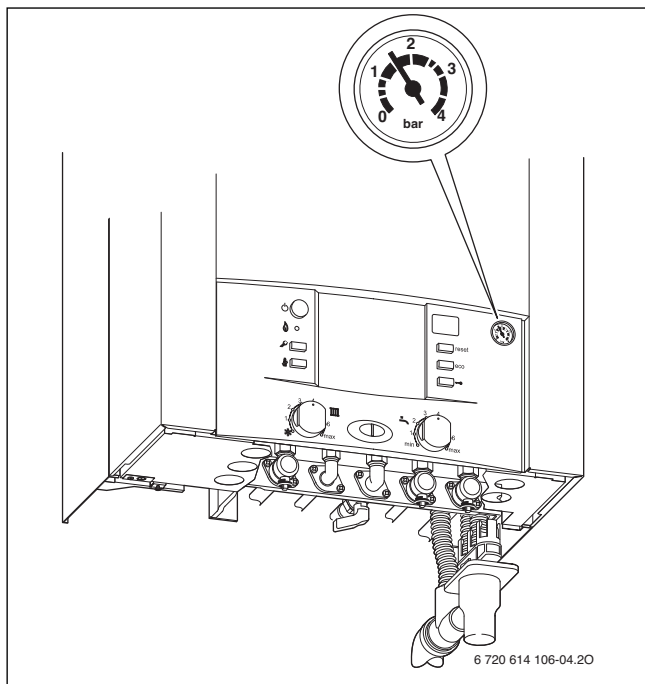

Fig. 5
- Ad impianto freddo la lancetta del manometro deve trovarsi fra 1 e 2 bar (→ fig. 5).
- ▶ Se la lancetta si trova al di sotto di 1 bar, procedere al riempimento agendo tramite il rubinetto di riempimento (18) fino a quando la lancetta indicherà una pressione compresa tra 1 e 2 bar.
- ▶ Con l'impianto alla temperatura massima di mandata, la **pressione** non dovrà mai superare i 3 bar; qualora ciò avvenisse la valvola di sicurezza scaricherebbe acqua dal tubo (13).